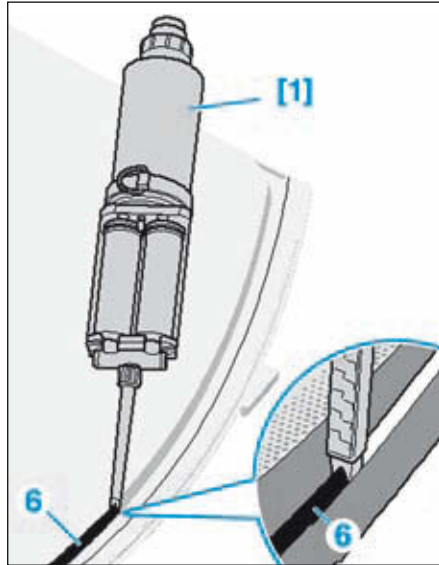

FIG. 14
- Appliquer le cordon de colle à l'aide d'un outil approprié au milieu de la trace du primaire (6) (Fig.14).